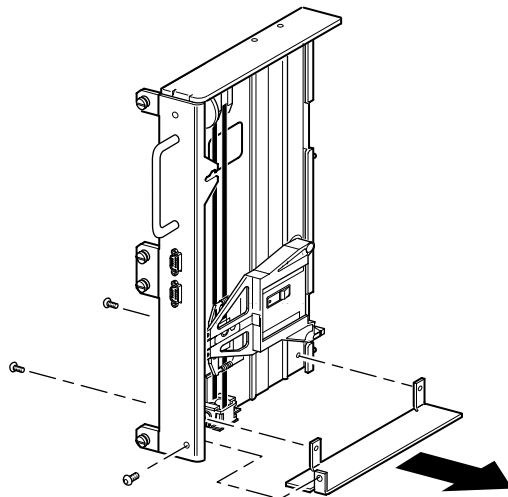

図2-10: ボトム プレートをPTMベース ユニットから取り外す
1. PTMベース ユニットからボトム プレートを取り外します (図2-10を参照)。